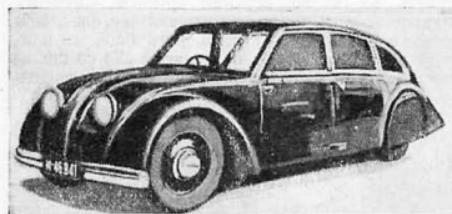

Рис. 1. Новая модель Татра-77
1. Рамка Х с подшипниками, в которых поются резценосящий шпиндель Ц (рис. 1), не имеет необходимой точности. Поэтому при расточке коренных подшипников получается децентрация коленчатого вала относительно первичного валика коробки скоростей.
Наиболее интересной, и не только в области применения воздушного охлаждения, является новая модель Татра-77 (рис. 1). Новый 8-ци-